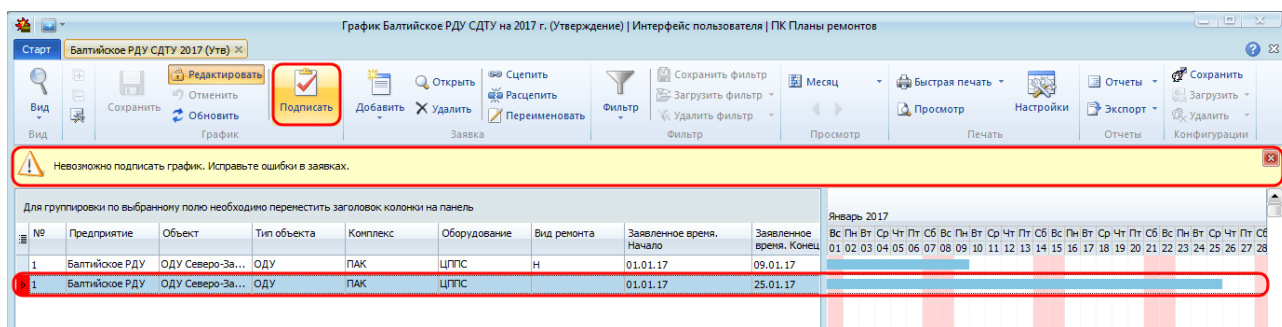

Рисунок 10.67 – Отображение информации о невозможности подписания входящего графика
- при редактировании входящего графика возможно сохранение заявки с ошибками (не заполнены отдельные поля) при условии, что график является не подписанным (не включенным в сводный график) (Рисунок 10.67).